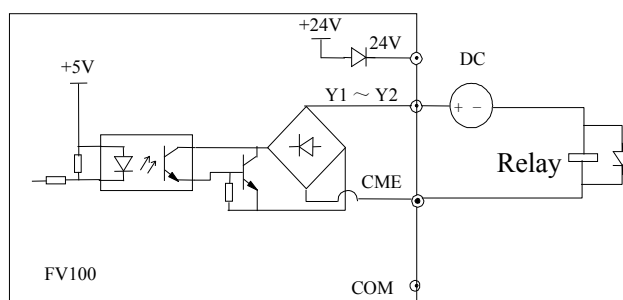

Рис. 4-14 Подключение многофункционального выхода с внешним источником тока .
2. Для многофункционального выхода Y1 может использоваться внешний источник тока 24 В, подключение согласно Рис. 4-14.